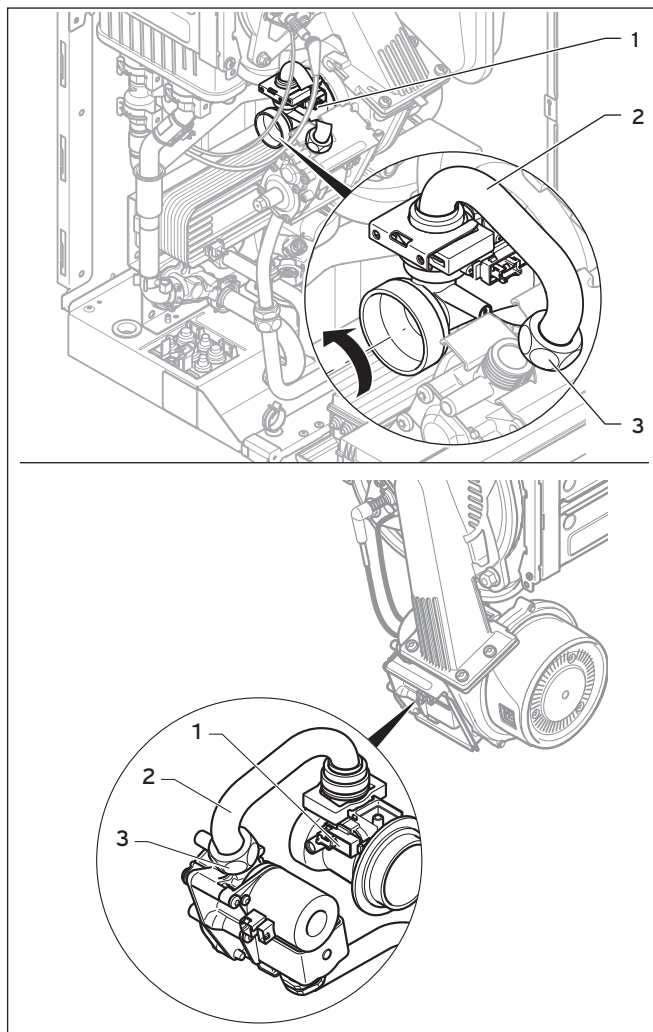

Bild 2.1 Byte av venturi och massflödesgivare
- Dra bort kontakten på venturigivaren (1, bild 2.1) , genom att trycka in spärrhaken.
- Skruva loss överfallsmuttern (3) till gasförbindelseröret (2) på gasarmaturen.